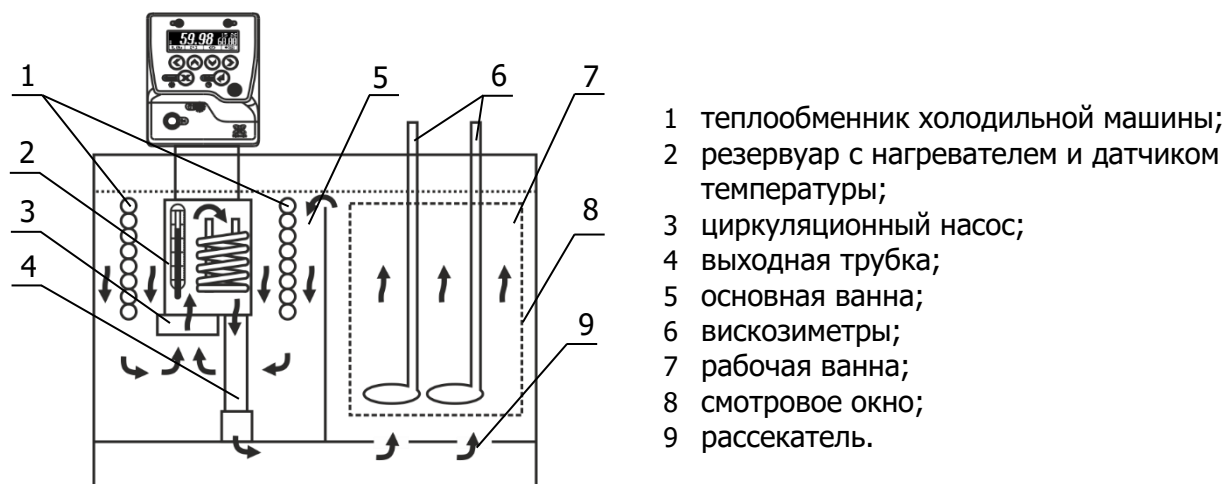

Рисунок 2 — Устройство термостата
1.4.7 Циркуляционный насос 3 блока регулирования температуры (рисунок 2) забирает теплоноситель из основной ванны 5 и нагнетает его в резервуар 2 с нагревателем и датчиком температуры. В резервуаре температура теплоносителя регулируется и, далее, через выходную трубку 4 и рассекатель 9 теплоноситель поступает в рабочую ванну 7. Далее из рабочей ванны, переливом через верхний край, теплоноситель возвращается в основную ванну 5.
2.2.4 Насадить блок регулирования резервуаром 1 на трубку 2, преодолевая при необходимости сопротивление витков теплообменника 1 (рисунок 2). Погрузить блок в ванну до упора и зафиксировать его винтовыми фиксаторами на крышке термостата.